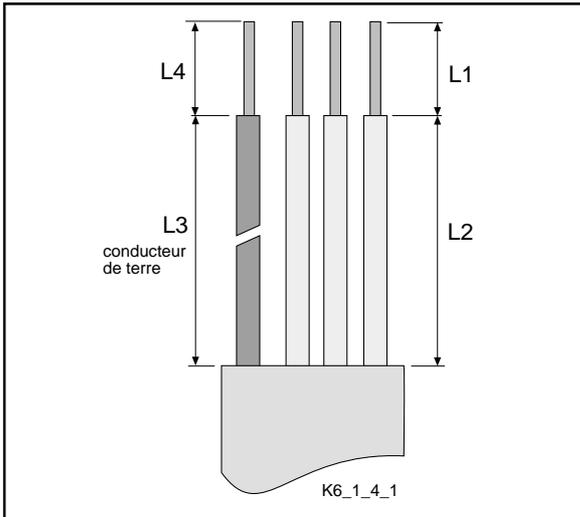

Figure 6.1.4-1 Dénudage des câbles de alimentation secteur et des câbles du moteur.
- Les câbles du moteur et du secteur doivent être dénudés conformément à la figure 6.1.4.-2 et le tableau 6.1.4.-2.
- Enlever le couvercle du Vacon CX /CXL/CXS conformément à la figure 6.1.4.-3.
- Brancher les câbles du moteur et ceux de commande aux terminaux appropriés (voir figure 6.1.4-3—6.1.4-10).
- Pour les types 110—400 CX, connecter les plaques d'isolation du capot de protection et les terminaux suivant la figure 6.1.4-11.